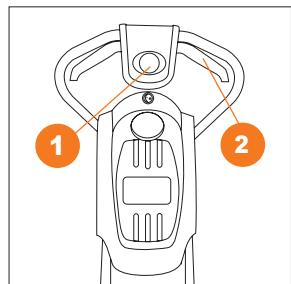

Рис. 14
- Нажмите и удерживайте кнопку блокировки включения ① (Рис. 14).
- Продолжая удерживать кнопку блокировки включения ①, прижмите скобу включения двигателя ② к рукоятке (Рис. 14). Двигатель заработает и шнеки начнут вращение.
- Отпустите кнопку блокировки включения ①, продолжая прижимать скобу включения двигателя ② для уборки снега.
- Для остановки двигателя отпустите скобу включения двигателя ②.